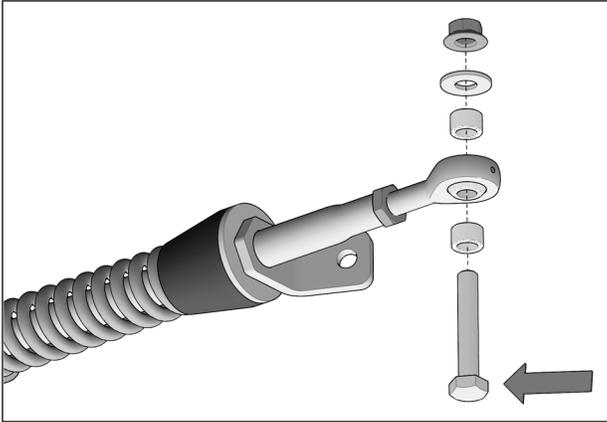

Fig. 12
3. Retirer les boulons, rondelles, espaceurs et écrous installés aux rotules des bras stabilisateurs des systèmes avant. Voir la Fig. 12